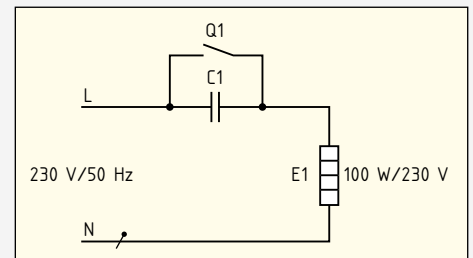

Bild 2: Heizwiderstand mit Kondensator
7. Ein 100-W-Heizwiderstand R_{E1} am Wechselspannungsnetz 230 V/50 Hz soll zur Energieeinsparung zeitweise nur mit halber Bemessungsleistung P_{50} betrieben werden. Anstelle eines ohmschen Vorwiderstandes soll dazu ein Kondensator C1 eingesetzt werden (**Bild 2**).